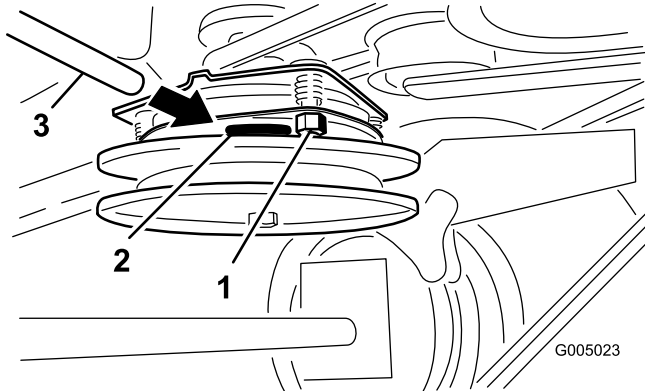

Bild 40
2. Ziehen Sie die Sicherungsmuttern an, bis die Fühlerlehre etwas fest sitzt, jedoch leicht bewegt werden kann (Bild 40).